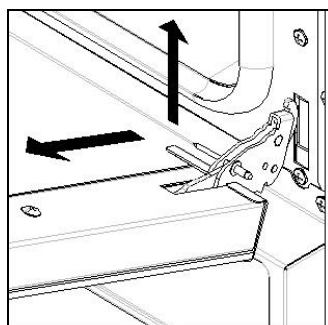

Fig. 9
- Alzare leggermente la porta e sfilarla (Fig. 9);